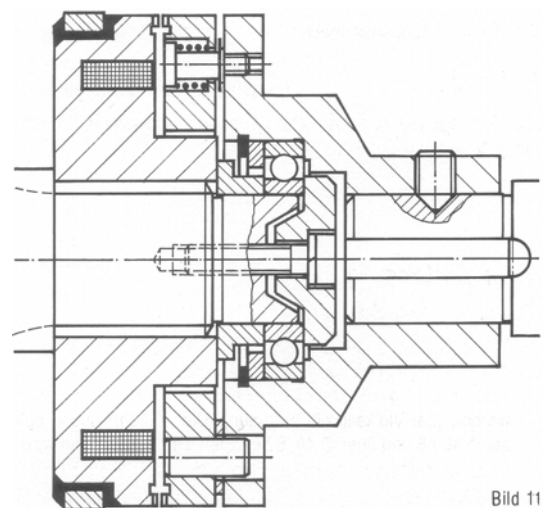
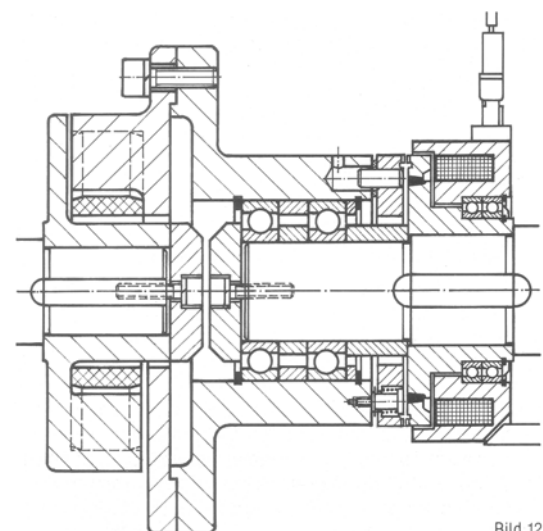

Bild 11
Bild 12
7. Sollen zwei Wellenenden durch eine Kupplung miteinander verbunden werden, so sollte man entweder das eine Wellenende auf dem anderen lagern (Bild 11) oder bei kleinen Fluchtfehlern eine elastische Kupplung vorsehen (Bild 12). Hierbei muß man auf das Einhalten des Abstandes der beiden Wellen zueinander achten, oder einen geeigneten Längenausgleich vorsehen.